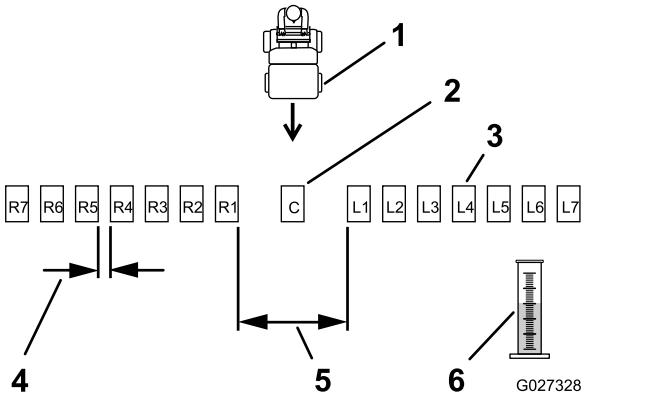
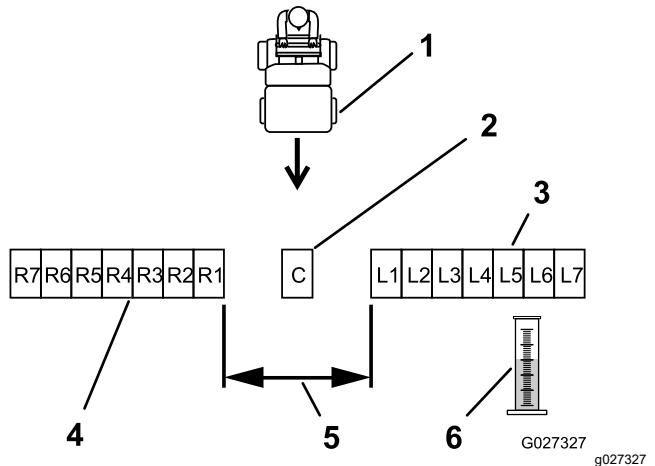

Figure 23
Figure 24
2. Placez les autres bacs en ligne droite, comme montré à la Figure 23 ou la Figure 24.
- Pour les produits granuleux de gros calibre : Disposez six autres bacs de chaque côté en les espaçant de 30 cm (12 po) (Figure 23).
- Pour les produits granuleux de petit calibre : Disposez six autres bacs côte-à-côte de chaque côté (Figure 24).
6. Étiquetez chaque éprouvette de dosage en fonction du bac correspondant (par exemple L2, L1, Central, R1, R2); voir Figure 23 et Figure 24.